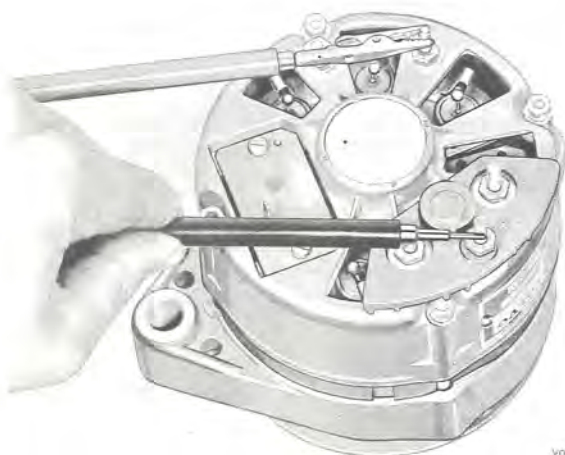

Bild 3-43. Kontroll av generator
9. Anslut testlampan mellan B+ och generatorstommen. Koppla om anslutningarna. Lampan skall bara lysa i den ena riktningen, bild 3-43. Efter reparation bör generatorn provköras i provbänk. (Se sid 3-21).